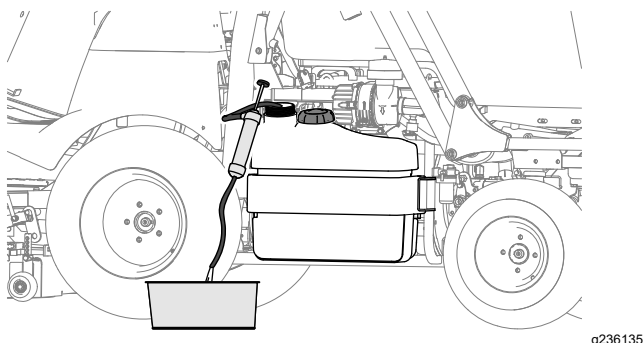

Figura 73
- Se armazenar a máquina durante um período prolongado, utilize uma bomba de sifão para esvaziar o depósito de combustível (Figura 73).
- Se o sistema de combustível ficar contaminado, utilize uma bomba de sifão para esvaziar o depósito de combustível (Figura 73), limpe o depósito e utilize gasóleo limpo para lavar o depósito.